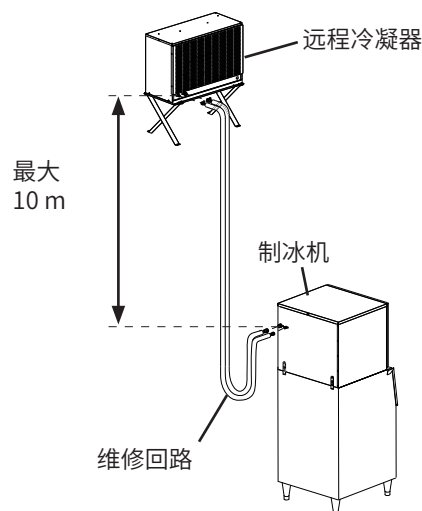

图 8
- *远程冷凝器和制冰机之间的最大垂直距离为制冰机以上10m或制冰机以下3m。这些是从接头到接头的距离，如图8所示。